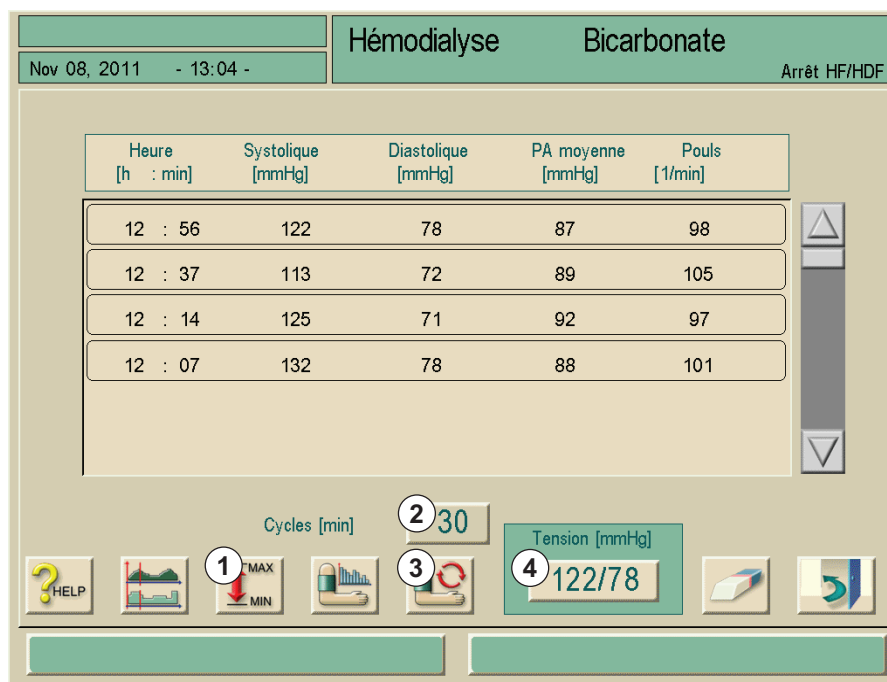
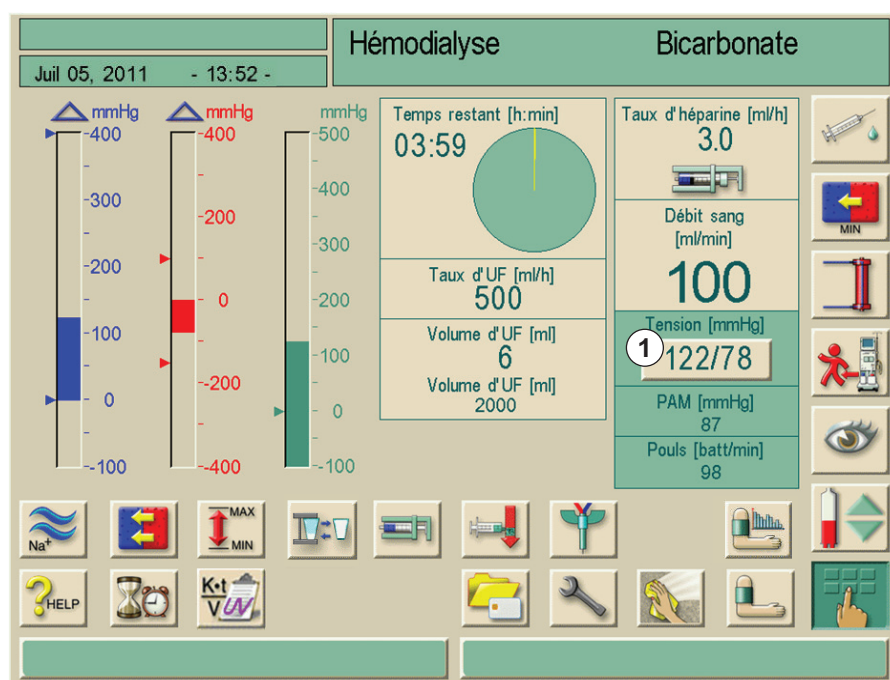

Fig. 11-6 Écran «Vue principale de l'ABPM»
Fig. 11-8 Écran «Traitement»
1. Presser le champ 1 de l'écran «Traitement» (Fig. 11-8) et le champ 4 dans la fenêtre «Menu principal ABPM» (Fig. 11-6 Écran «Vue principale de l'ABPM» (190)).
1. Appuyer sur l'icône dans la fenêtre principale de l'ABPM (Fig. 11-6 Écran «Vue principale de l'ABPM» (190)).